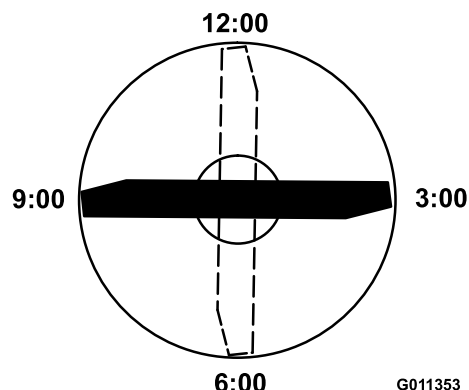

Figura 70
3. Posicione a extremidade de corte da extremidade marcada da lâmina na posição das 12 horas (a direita na direção do corte) e meça a altura da mesa à extremidade de corte da lâmina (Figura 70).
4. Rode a extremidade marcada da lâmina para as posições das 3 horas e das 9 horas e meça as alturas (Figura 70).